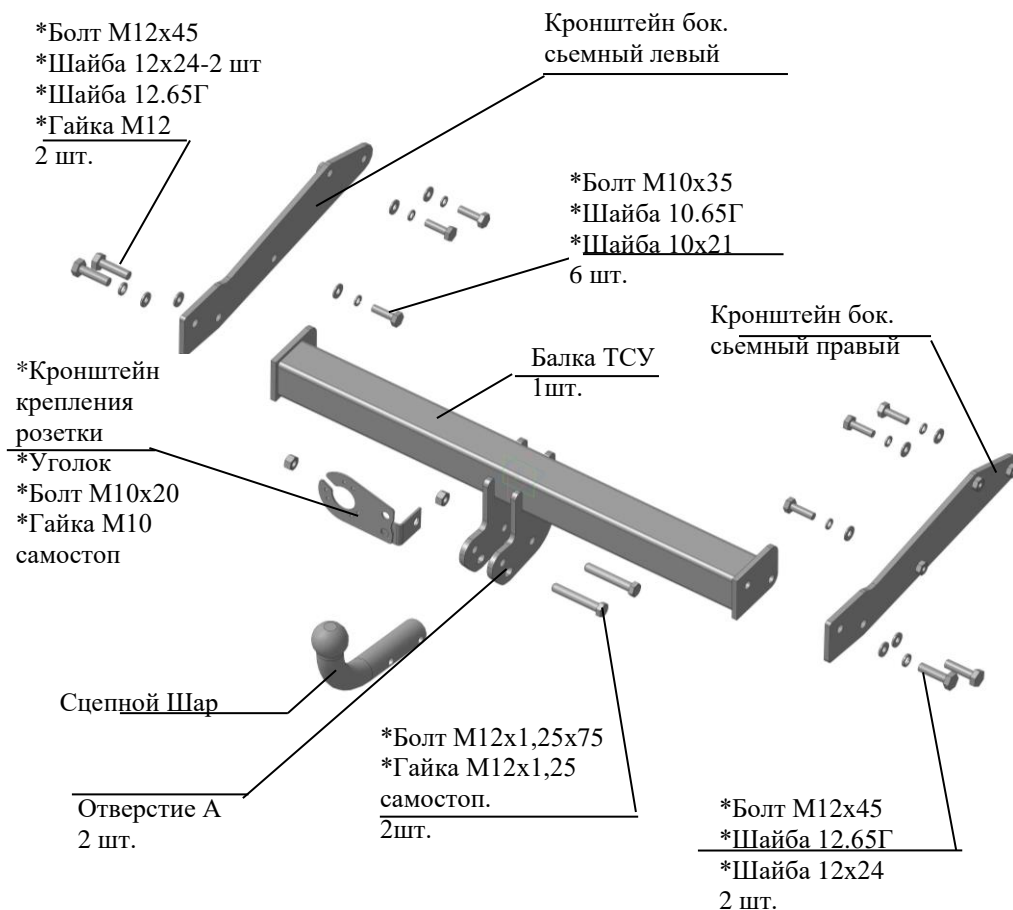

Рис.1 Тягово-сцепное устройство 9180
2.1 ТСУ 9180 в сборе (рис.1)	1 шт.
2.2 Пакет с комплектующими (см. рис.1)	1 шт.
4.2 Установить кронштейны боковые съемные левый и правый к внутренним полкам лонжеронов а/м и закрепить их болтами М10х35 (в соответствии с рис.1). Крепеж не затягивать.
4.3 Установить балку ТСУ между боковыми кронштейнами и закрепить болтами М12х45 и крепежом (в соответствии с рис.1).
Закрепить сцепной шар и кронштейн крепления розетки к кронштейнам шара болтами М12х1,25х75 (класс прочности 10.9) и гайками М12х1,25 самостоп (класс прочности 10), в соответствии с рис.1 (предварительно кронштейн розетки скрепить с уголком болтом М10х20 и гайкой М10 самостоп).